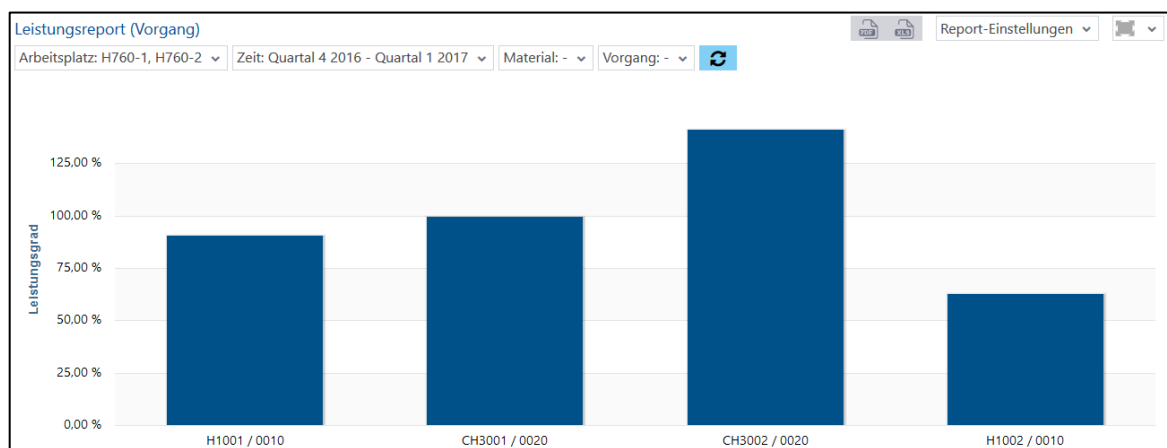

Bild 94: Leistungsreport (Vorgang) als Säulendiagramm
- Leistungsreport (Vorgang) als Säulendiagramm (Bild 94):